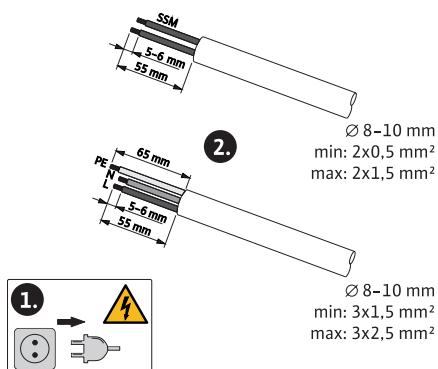

Fig. 18: Preparazione dell'allacciamento
- Per la prevenzione di perdite di acqua e a sicurezza contro tensioni meccaniche sul pressacavo, utilizzare un cavo di allacciamento di sufficiente diametro esterno → Fig. 18.